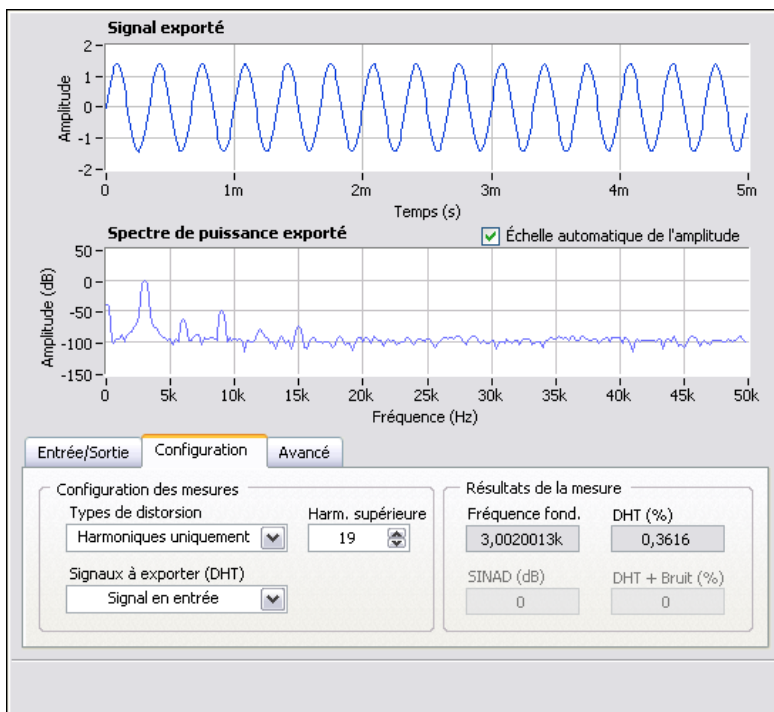

Figure 2-3. Onglet Configuration de l'étape Distorsion
1. Double-cliquez sur l'étape Distorsion dans la **Vue du projet**. SignalExpress affiche l'onglet **Configuration de l'étape** pour l'étape Distorsion, comme le montre la figure 2-3.